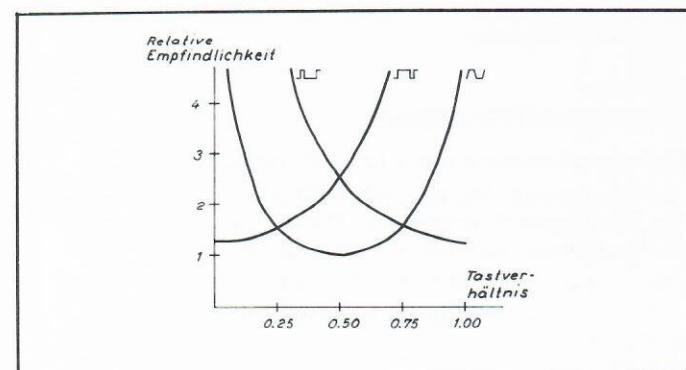

Abb. 3.5. Zusammenhang zwischen geforderter Eingangsspannung und Tastverhältnis.
Auch bei nichtsymmetrischen Signalen kann die Triggerung durch Erhöhung der Eingangsempfindlichkeit anstelle Verschiebens des Triggerpegels erreicht werden. Dies ist aber NICHT ZU EMPFEHLEN, weil die Rauschunterdrückung darunter leidet. Die Abb. 3.5 zeigt den Zusammenhang zwischen geforderter Eingangsspannung und Tastverhältnis.
2. Überprüfen, welche Signalform-Wähltafel die Triggerung auslöst. Je nach Eingangsamplitude und Tastverhältnis kann dies bei einer, zwei oder allen drei Tasten der Fall sein, siehe Abb. 3.5.